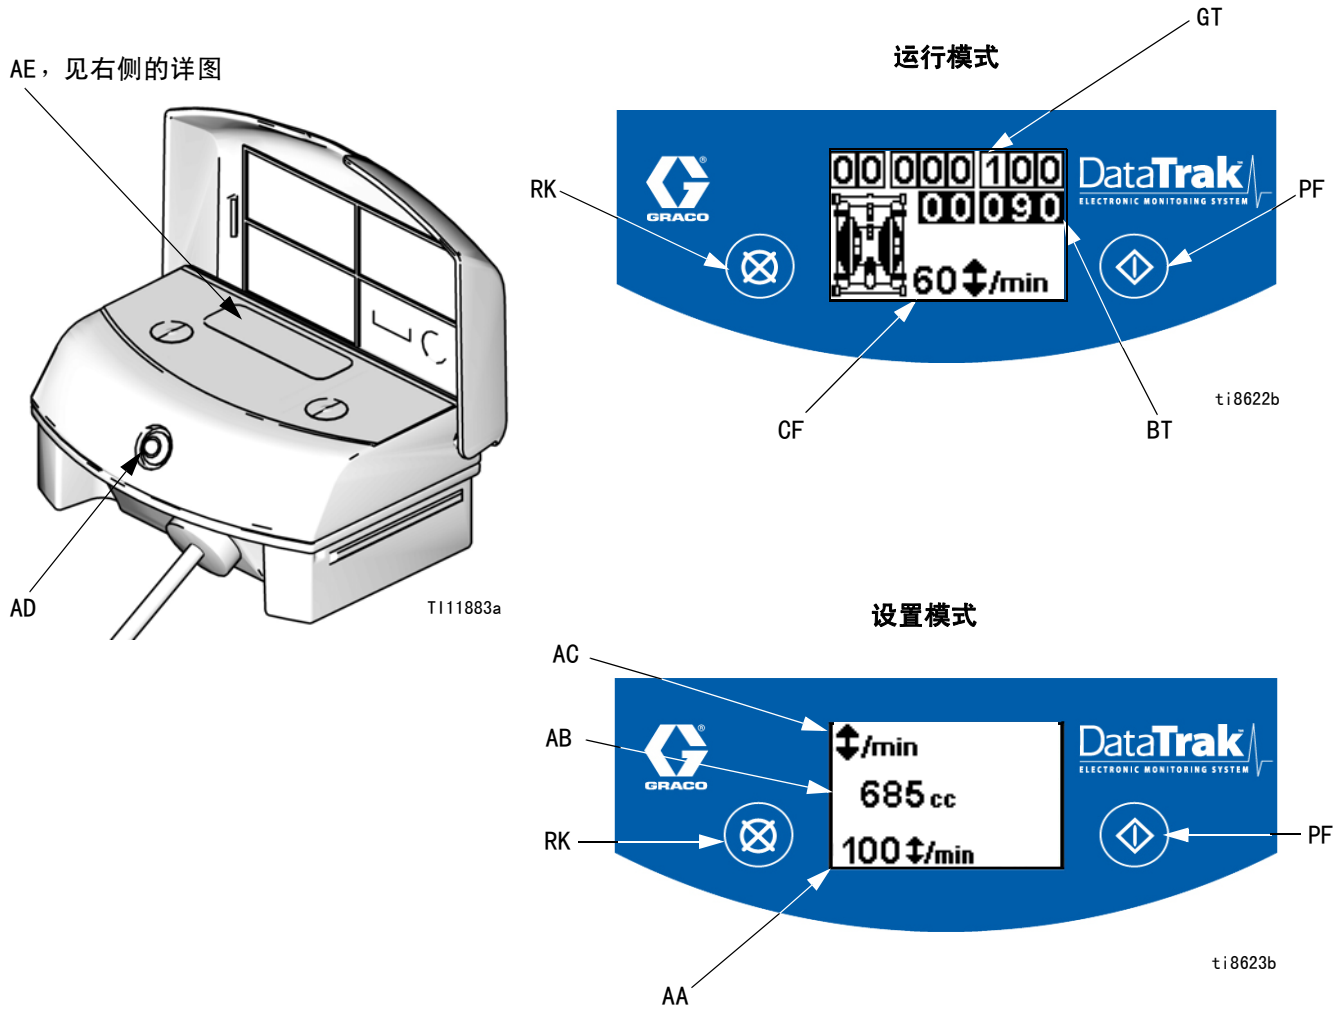

图 1. DataTrak 控制器和指示灯
1. 见图 1。按下并按住  5 秒钟直到显示设置菜单。
注释：若需禁用防空打监控功能，转至设置模式并将防空打值设为 0（零）。见图 1。
1. 见图 1。若需进入填料 / 冲洗模式，按下任何一个键以恢复显示，然后按下 。显示窗内出现填料 / 冲洗标志，LED 指示
见图 1。在运行模式下不活动 1 分钟后，或在设置模式下 3 分钟后，显示窗（AE）将关闭。按下任何一个键可恢复显示。
DataTrak 可诊断出泵的一些故障。当监控器探测出故障时，LED 指示灯（AD，图 1）将闪烁，而且显示窗上将显示一个诊断代码。参见图 1，第 10 页。